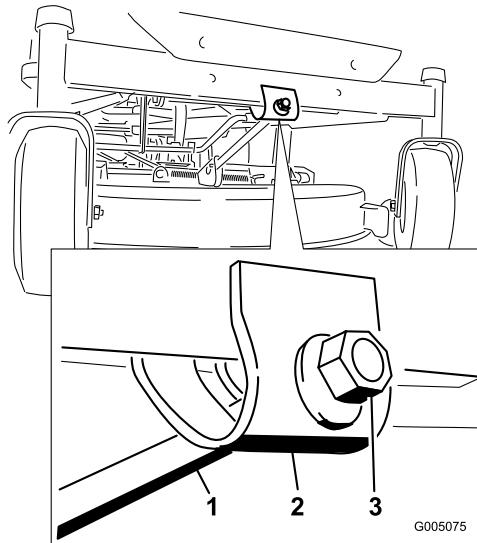

Figura 46
7. Per regolare l'inclinazione longitudinale della lama, ruotate il dado di regolazione nella parte anteriore del tosaerba (Figura 46).